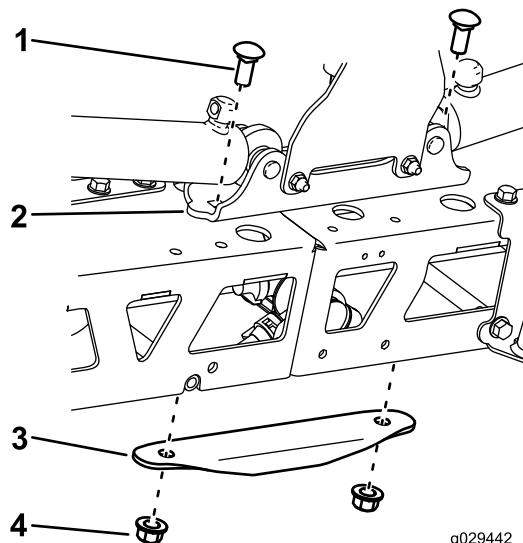

Figura 4
- Retire la placa de refuerzo y la placa de montaje de los cilindros (Figura 4).